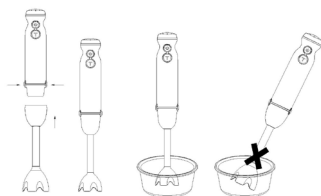

Рис. 1
- Насадку-блендер (1) используйте для приготовления соусов, майонеза, фруктовых пюре, детских смесей, смешивания разнообразных ингредиентов, для переработки фруктов и овощей, содержащих достаточное количество сока.
- Перед установкой насадки-блендера (1) убедитесь в том, что вилка шнура питания не вставлена в электрическую розетку.
- Вставьте насадку-блендер (1) в моторный блок до срабатывания фиксаторов (2), убедитесь в надёжной фиксации насадки (рис. 1).
- Погрузите насадку-блендер (1) в ёмкость с продуктами, которые вы хотите измельчить/перемешать.
ВНИМАНИЕ! При переработке продуктов держите моторный блок с насадкой-блендером (1) вертикально (рис. 1).
- Для включения нажмите и удерживайте кнопку (4) «». Используйте этот режим работы для смешивания жидких продуктов.
- При нажатии и удержании кнопки (4) «» Вы можете регулировать скорость вращения насадки поворотом регулятора (5). Используйте этот режим работы для переработки жидких и твёрдых продуктов.
- Для работы в режиме максимальной скорости нажмите и удерживайте кнопку (3) «Т».
- Для выключения вращения насадки-блендера (1) отпустите кнопку (3 или 4).
- После завершения работы выньте вилку шнура питания из электрической розетки и снимите насадку-блендер (1), нажав на кнопки фиксатора (2) (рис. 1).